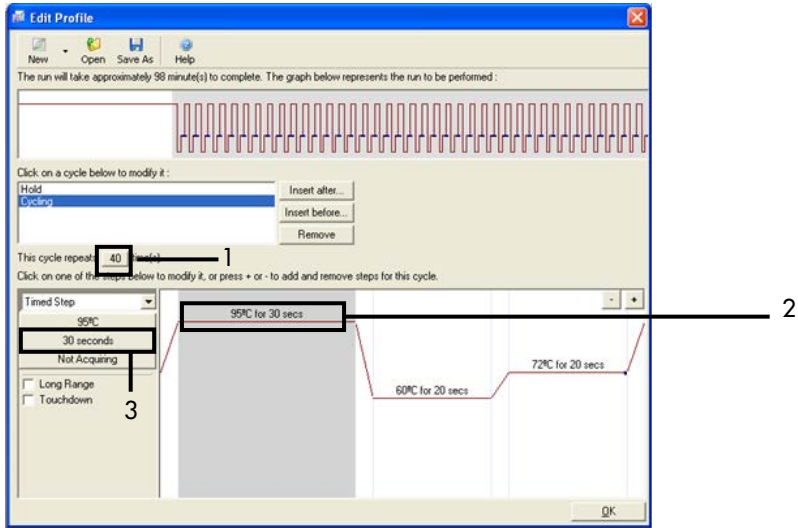

Figura 25. Paso de ciclado a 95 °C. 1 = casilla "Cycle repeats" (Repeticiones de ciclo); 2 = paso uno: ajuste de temperatura; 3 = paso uno: ajuste de tiempo.
8. Establezca el número de repeticiones de ciclo en 40. Seleccione el primer paso y establezca 95°C durante 30 segundos) (figura 25).